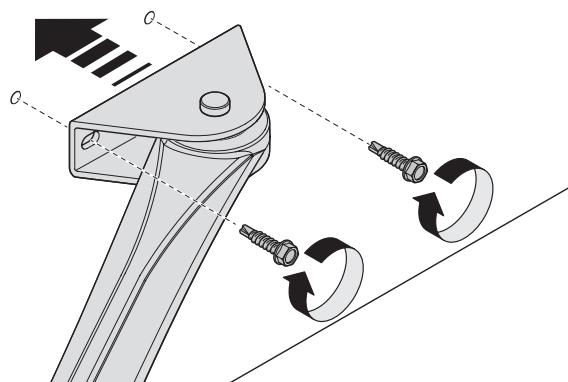

Fig. 11
03. Fissare la staffa alla parte solida dell'anta del cancello **fig.11**.